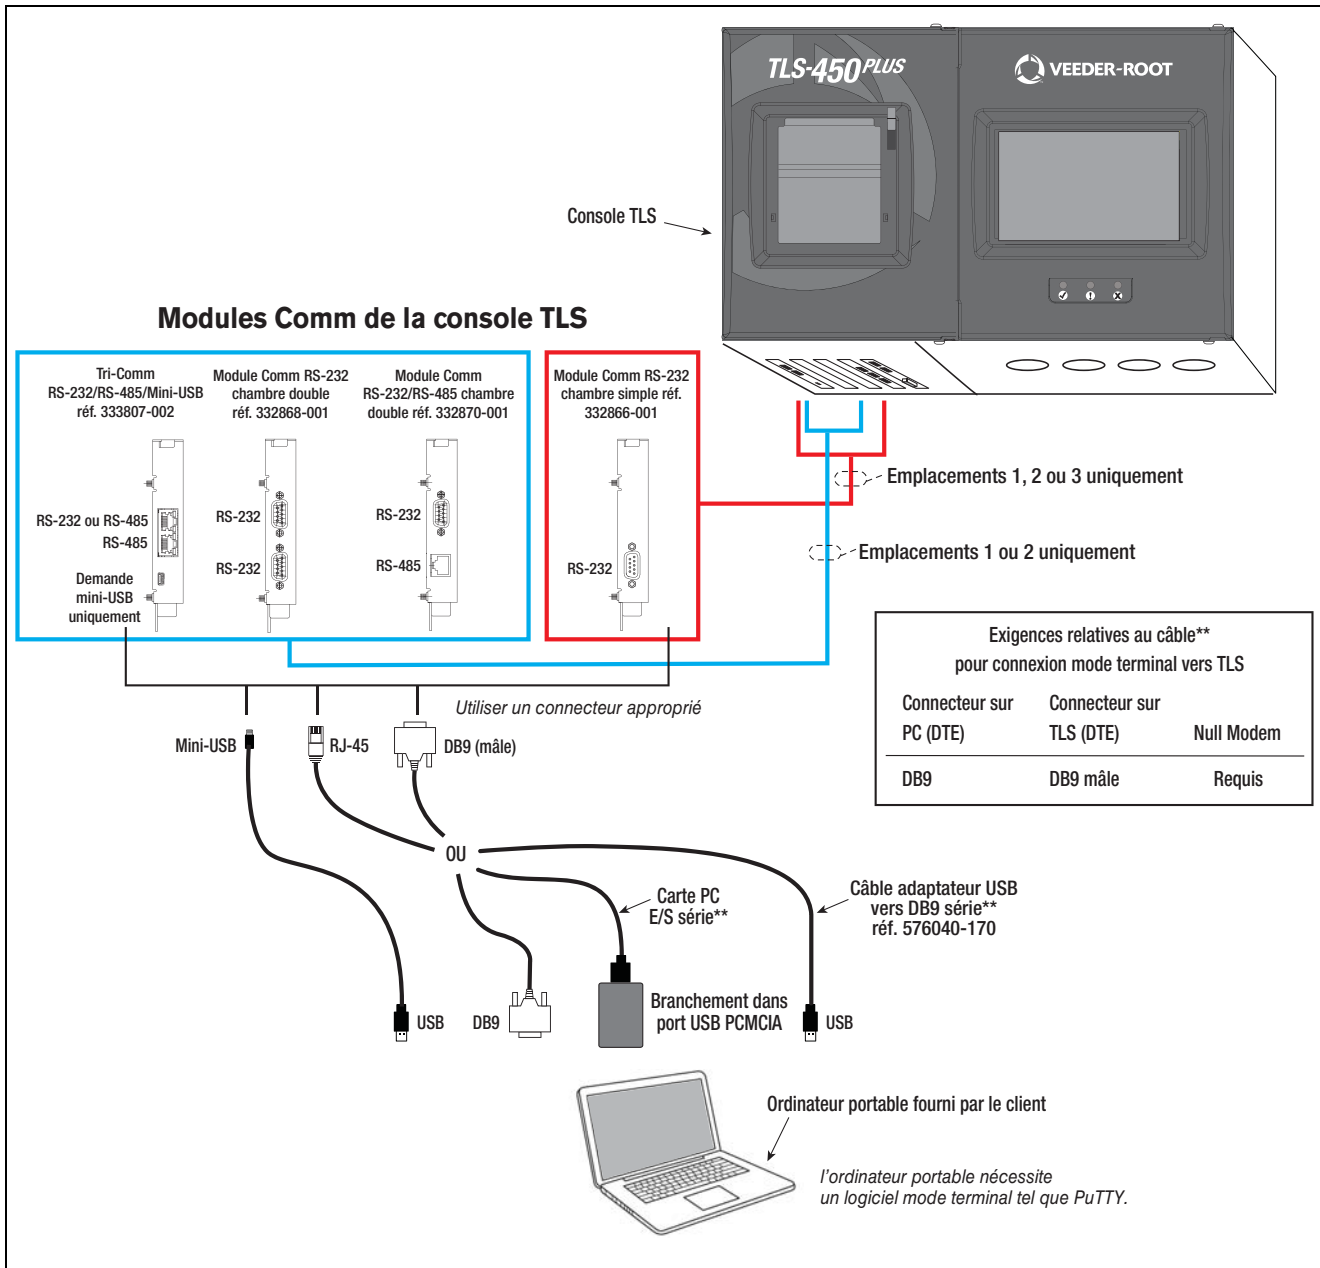

Figure 4. Connexion d'un ordinateur portable à TLS-450PLUS pour la communication série
1. Connectez votre ordinateur portable à l'un des ports Comm TLS-450PLUS à l'aide de l'une des méthodes indiquées à la Figure 4 ci-dessous.